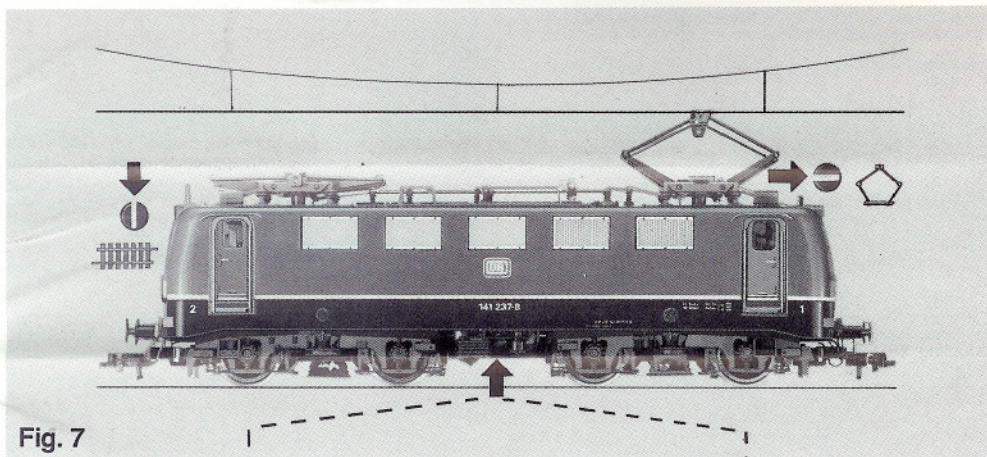

Fig. 7
**Stromzuführung über Gleis:** Schlitz des Schalters quer zur Fahrrichtung stellen (Fig. 7 und 8).
**Stromzuführung über Oberleitung:** Schlitz des Schalters längs zur Fahrrichtung stellen (Fig. 7 und 9).
**Current pick-up from the track:** The slot on the switch should be set at 90° to the direction of travel (fig. 7 and 8).
**Current pick-up from the catenary:** The slot on the switch should be set parallel to the direction of travel (fig. 7 and 9).
**Alimentation par les rails:** Placer la lamelle de l'inverseur transversalement au sens de roulement (fig. 7 et 8).
**Alimentation par la caténaire:** Placer la lamelle de l'inverseur dans le sens longitudinal de la loco (fig. 7 et 9).
**Stroomtoevoer via de rails:** het sleufje in de schakelaar staat dwars in de rijrichting (fig. 7 en 8).
**Stroomtoevoer via de bovenleiding:** het sleufje in de schakelaar staat in de rijrichting (fig. 7 en 9).